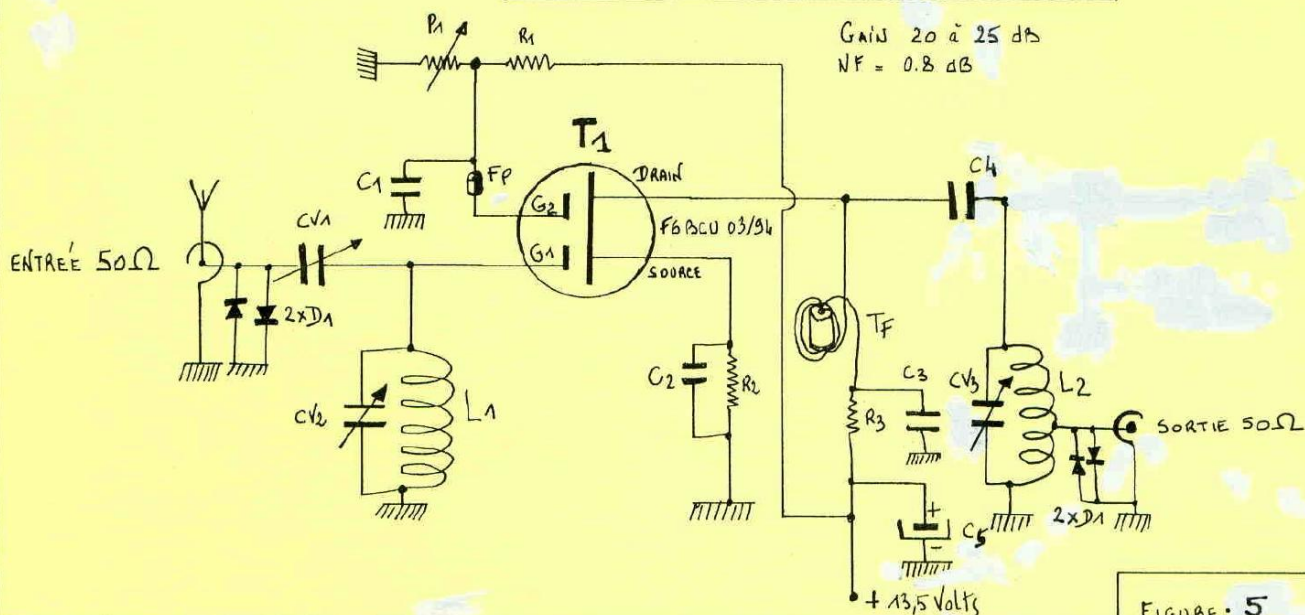

FIGURE: 5
- 2 ) Pour la deuxième ( figure 5 ) version La bande passante est d'environ 1 Mhz. deux réglages sont nécessaires **un en haut de gamme, un autre en bas de gamme**. Par exemple pour la